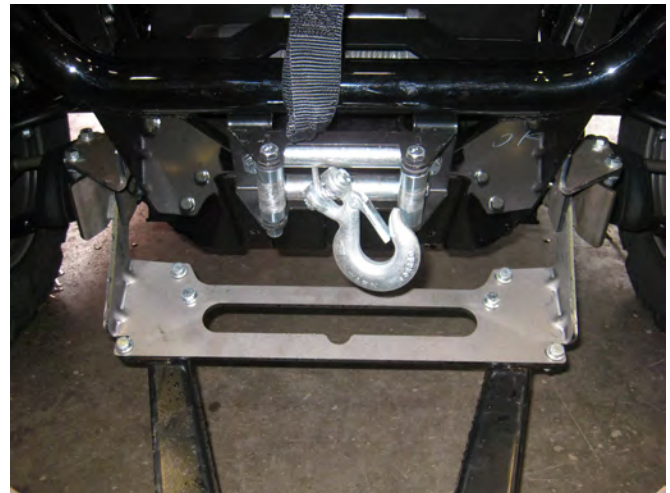

Figure 7
3. Éteignez le véhicule et serrez le frein à main. Soulevez le côté bride de kit de montage de lame du tube poussoir jusqu'au kit de montage de lame du véhicule. Insérez la bride de kit de montage de lame dans le récepteur de kit de montage de lame. Voir la figure 7.